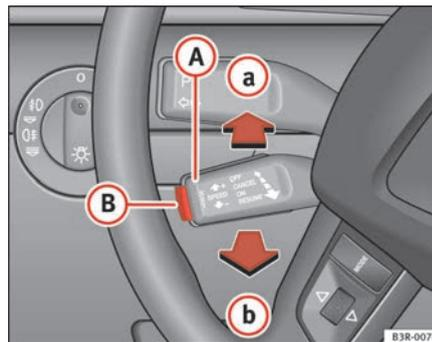

Fig. 144 Éléments de commande du régulateur de vitesse
- poussez le levier **A** \Rightarrow fig. 144 jusqu'en position **a** (sans le faire encliqueter).